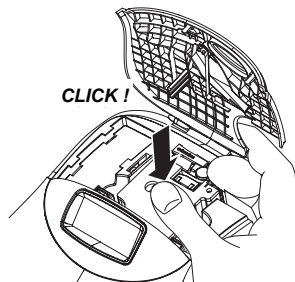

Figure 5
4. Insérez la cassette en positionnant la bande et le ruban entre la tête d'impression et le rouleau d'entraînement. Voir Figure 5.
5. Puis appuyez fermement jusqu'à ce que la cassette s'enclenche. Assurez-vous que la bande et le ruban soient correctement positionnés. Voir Figure 5.